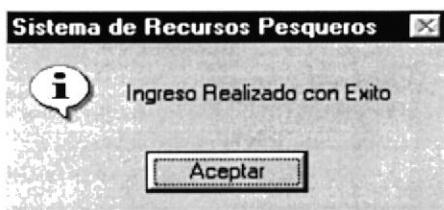

Figura 8.17 Mensaje de Ingreso
2. Si se guarda un cliente nuevo se mostrará el siguiente mensaje (ver figura 8.17).